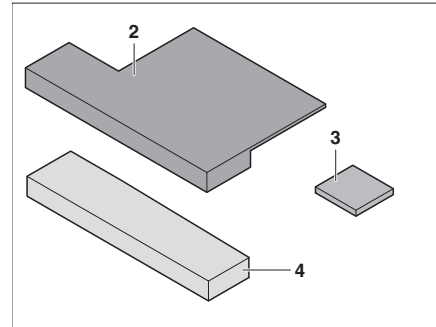

Fig. 182 Coussin supplémentaire
- Mettre en place la cale de siège (Fig. 182,3) au coussin supplémentaire (Fig. 182,2) (avec fermeture Velcro).